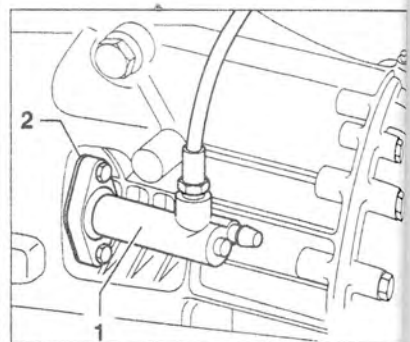

Рис. 5.18. Отсоедините рабочий цилиндр сцепления 1 от коробки передач и снимите прокладку 2 (устанавливается только вместе с чугунным рабочим цилиндром).
- 8. Отсоедините рабочий цилиндр сцепления 1 от коробки передач и снимите прокладку 2 (устанавливается только вместе с чугунным рабочим цилиндром) (рис. 5.18).